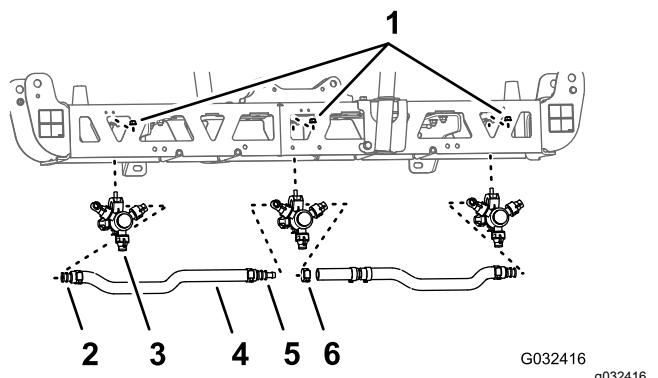
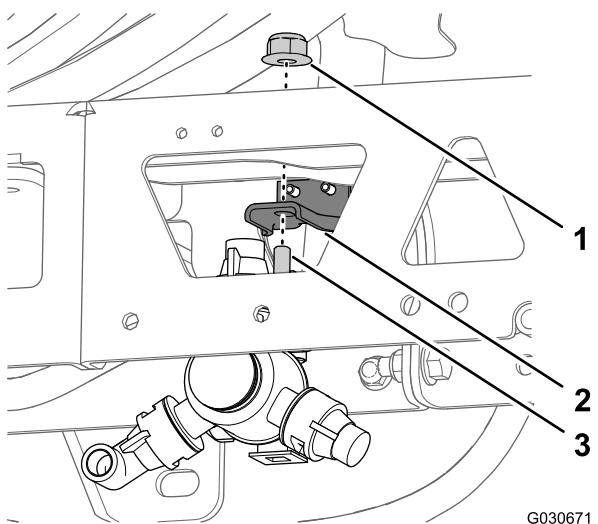

Figura 46
Figura 47
1. Nella sezione di irrigazione centrale, rimovete il dado di bloccaggio flangiato che fissa l'ugello dell'irroratrice al supporto dell'ugello (Figura 46 e Figura 47).
3. Rimuovete l'ugello dalla sezione di irrorazione centrale (Figura 46 e Figura 47).
5. Rimuovete i flessibili (diametro interno di 3/4"), i portagomma dentellati, le fascette e il raccordo a T dentellato dalla sezione di irrorazione centrale (Figura 46).